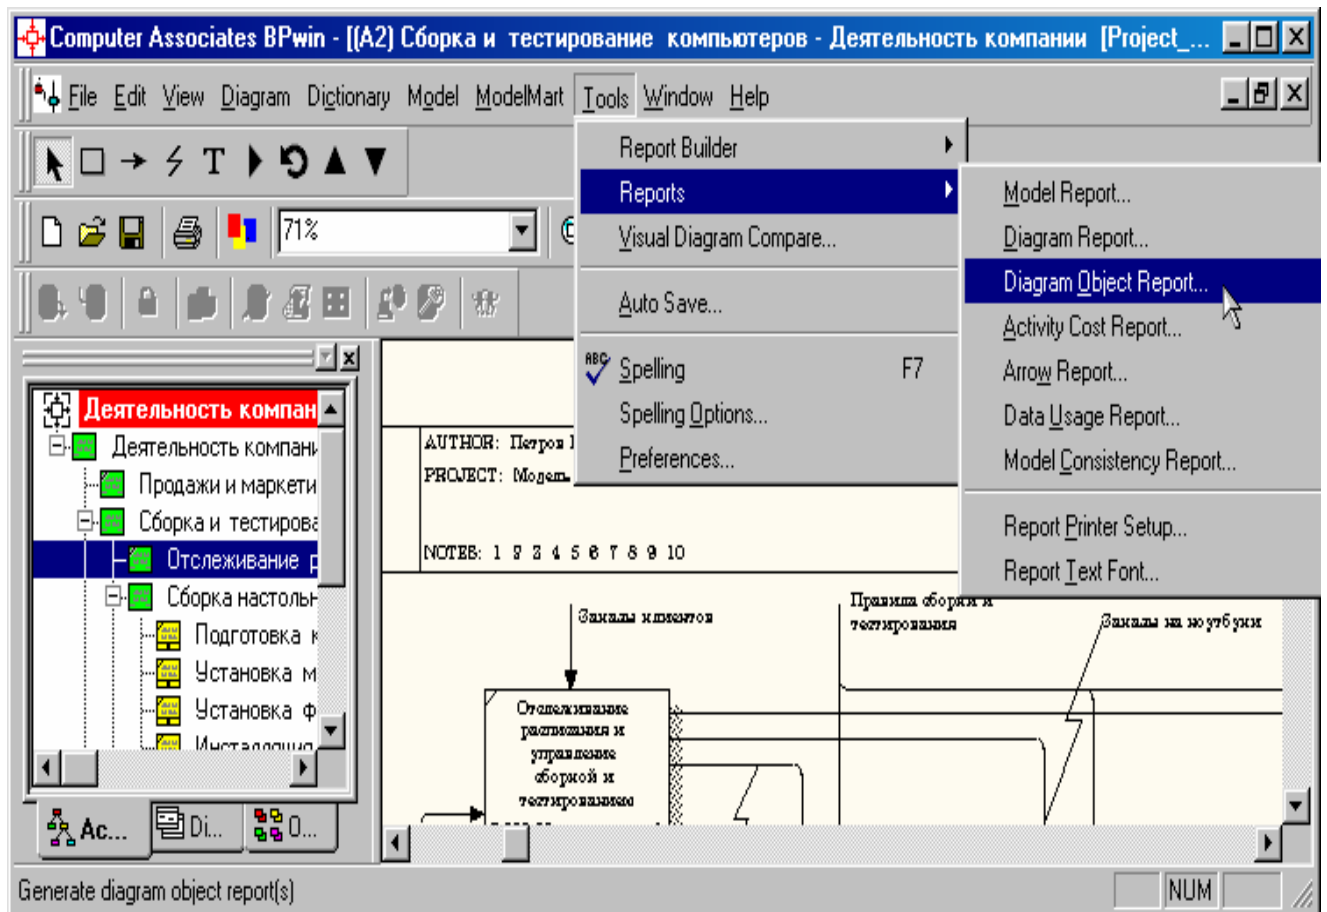

Рисунок 11.9 – Меню **Tools/Report/Diagram Object Report**
10. Посмотрите отчет по **UDP**. Меню **Tools/Report/Diagram Object Report** (рисунок 11.9).